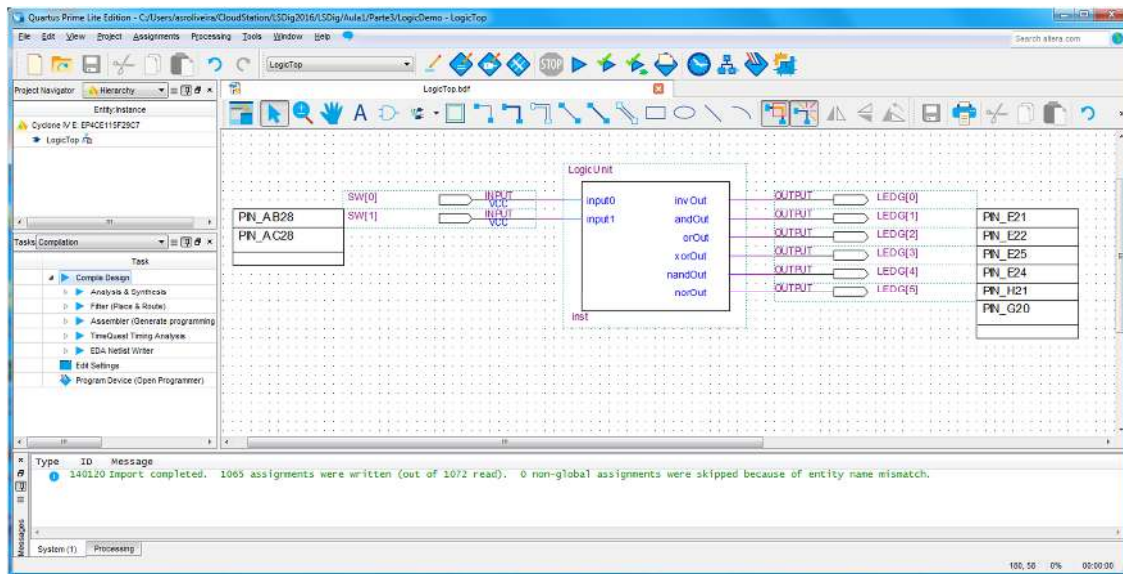

Figura 57 – Módulo “LogicUnit” e portos de entrada e de saída com identificação dos pinos usados da FPGA.
10. Importe o ficheiro “master.qsf” com as definições dos pinos da FPGA na placa de desenvolvimento. Após a importação, o diagrama esquemático deverá apresentar o aspeto da Figura 57.